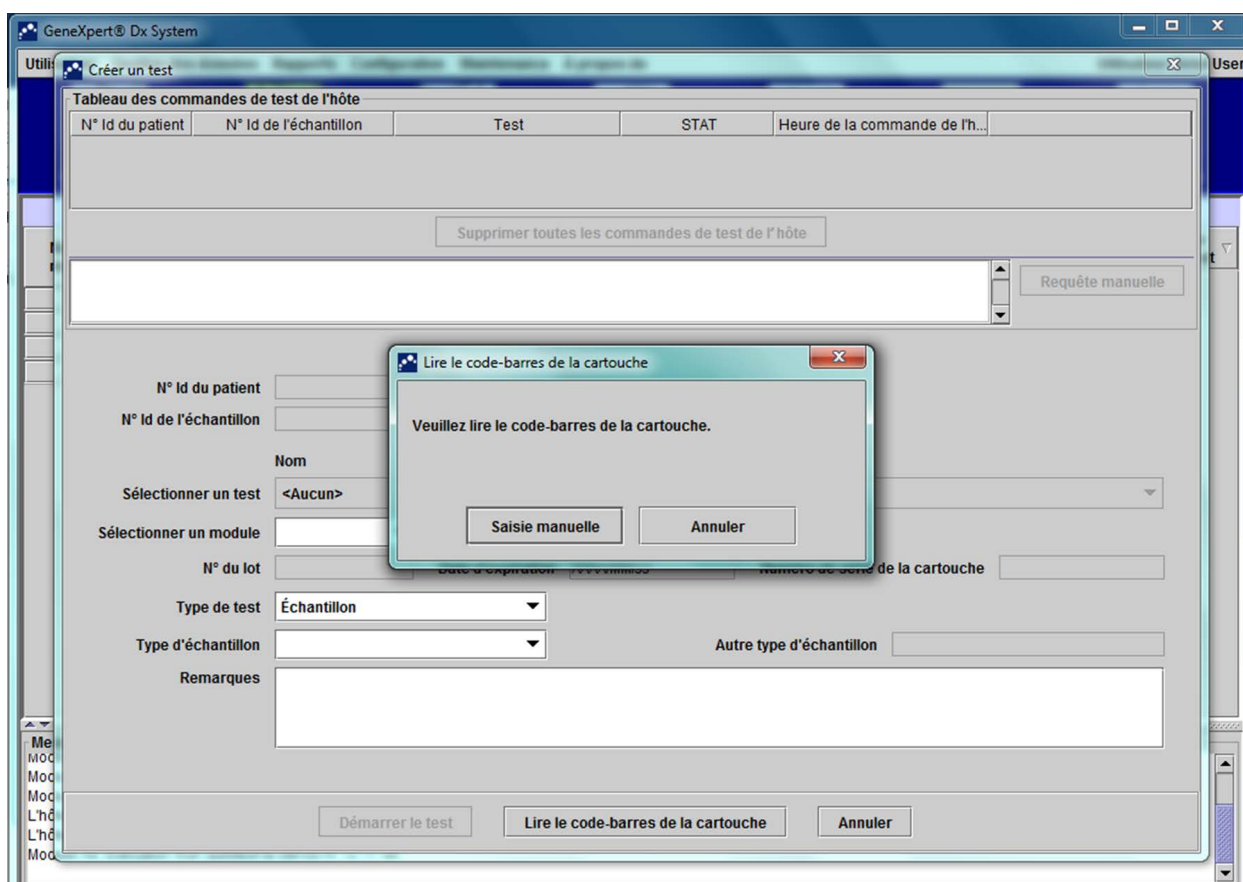

Figure 5-114. Tableau des commandes avec écran superposé de lecture de code-barres de la cartouche
- 2. L'écran de commande de test de l'hôte s'affiche avec un écran de lecture de code-barres de la cartouche en superposition. Voir la Figure 5-114. Sélectionnez le bouton **Annuler** si vous ne souhaitez pas effectuer de test.
3. Comme demandé à la Figure 5-114, lisez le barre-codes de la cartouche à l'aide du lecteur fourni.